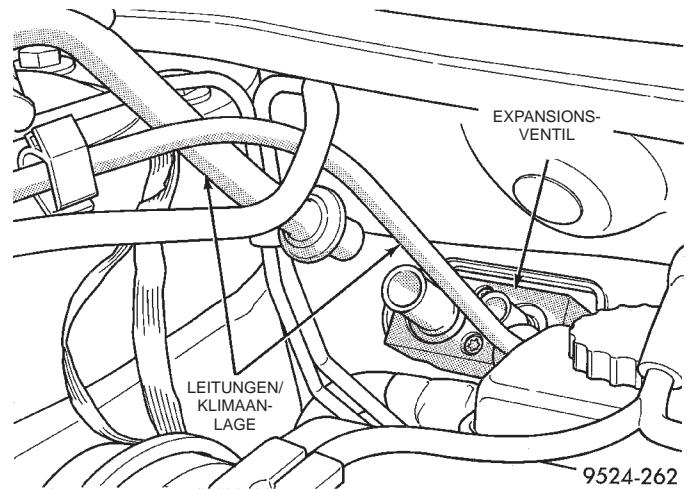

Abb. 48 Leitungen am Expansionsventil
(4) Leitungen vom Expansionsventil abbauen (Abb. 48).